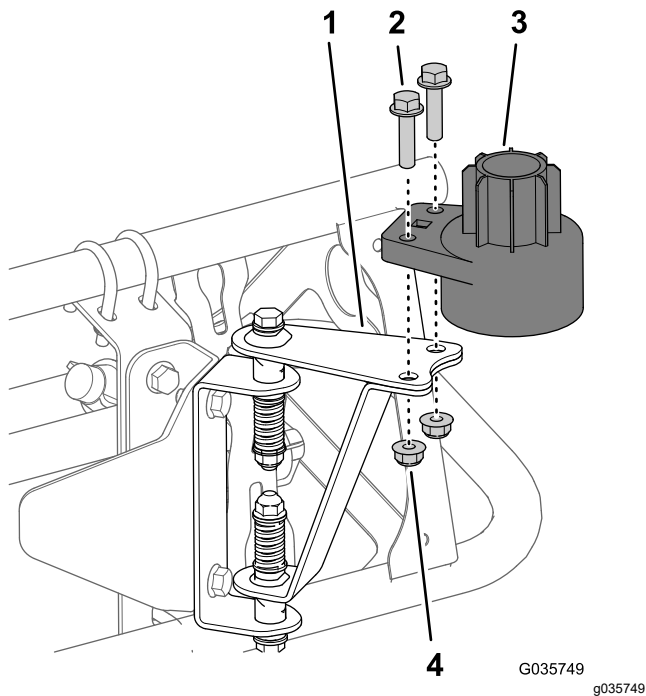

Figura 20
1. Instale el alojamiento inferior del sensor en los herrajes de montaje del sensor (Figura 20) con 2 pernos (5/16" x 1 1/4") y 2 contratuercas (5/16").